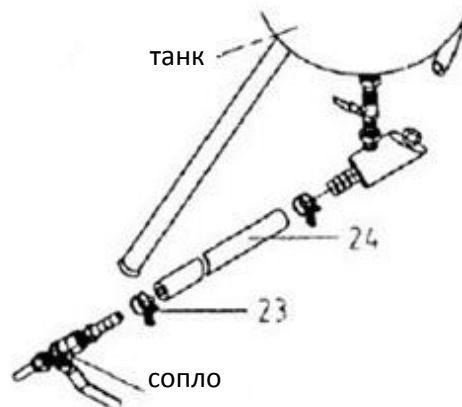

Рисунок 6
6. Чтобы подключить дозирующий клапан песка (элемент 4) к запорному клапану форсунки (шаг 5), см. рисунок 6. Установите хомуты (23) на каждый конец песчаной трубки (24). Закрепите один конец шланга на штуцере выхода песка (22), а другой конец — на адаптере (25). Оба конца шланга должны быть надежно закреплены в соединителях. Наденьте хомуты на шланг и плотно затяните их, чтобы система была герметичной и могла выдерживать давление 65–125 фунтов на кв. дюйм.